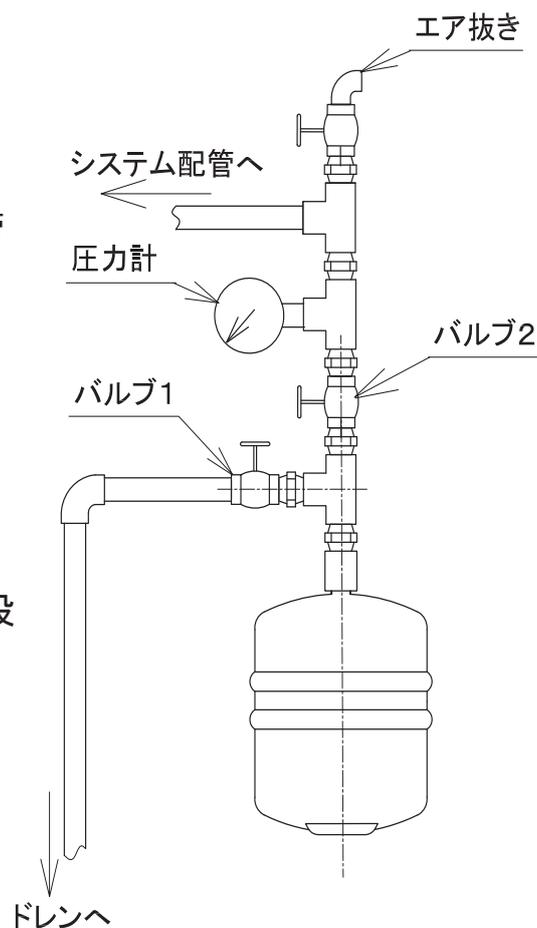

図 2 配管接続図
3. タンクに接続する配管は配管内に空気たまりができないよう垂直配管（立下り配管）として、タンクに空気が入らないよう、接続配管上部に空気抜き弁を設けてください。（図 2 参照）
(図 2 参照)